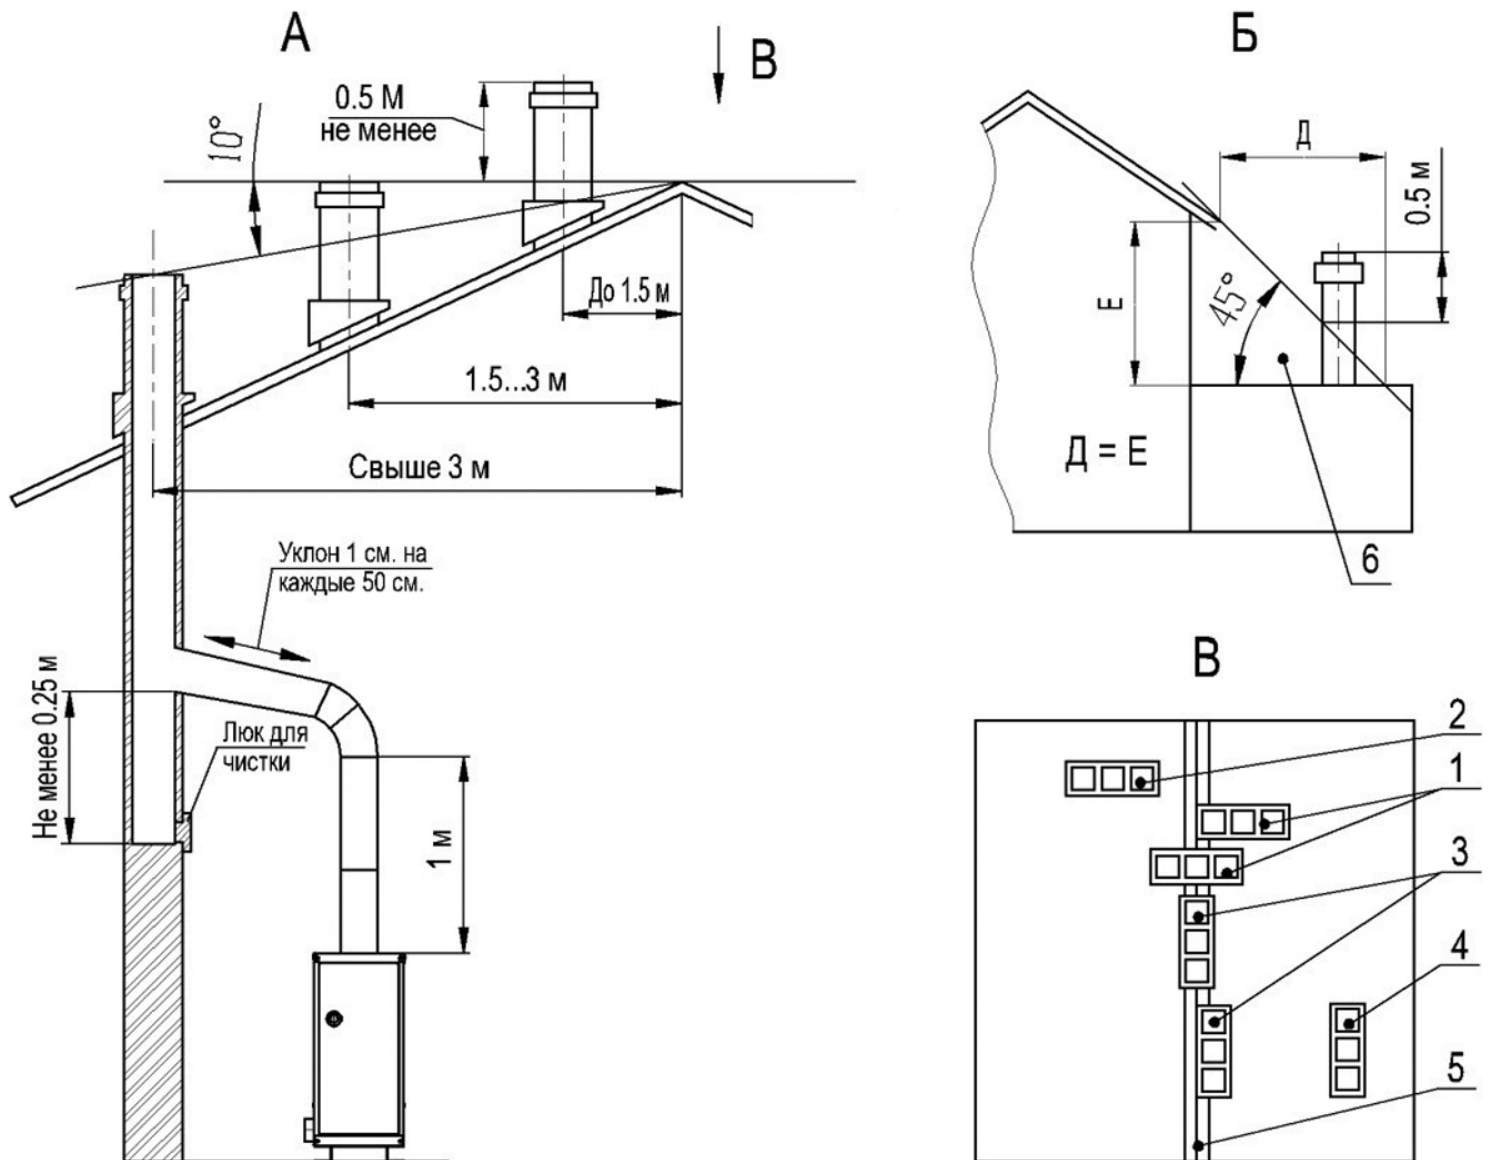

Рис. 5. Схема расположения дымовой трубы
5.3 Устройство дымохода, к которому подключен котел, должно соответствовать СП 42-101-2003 «Общее положение по проектированию и строительству газораспределительных систем» и отвечать в том числе следующим требованиям (см. рис. 5, 6):
- высота трубы над крышей должна быть не менее размеров, указанных на рис. 5, 6. Обратите внимание на положение оголовка трубы с несколькими каналами относительно конька крыши;